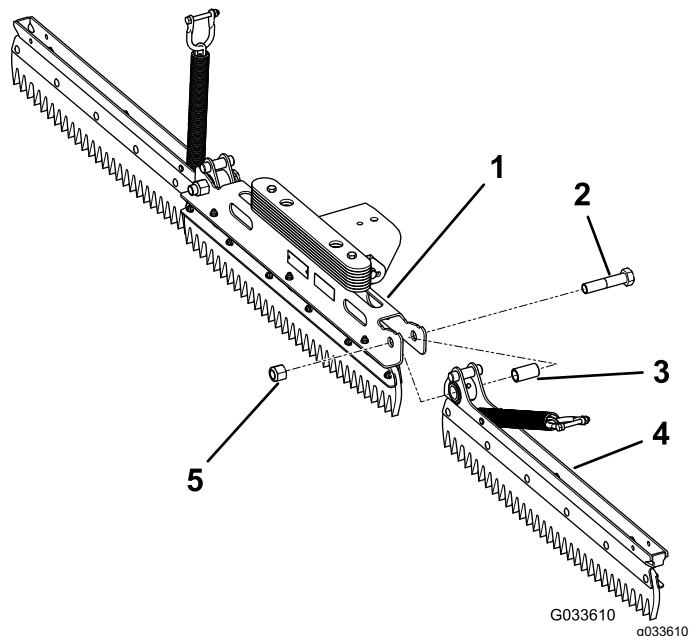

Figure 3
- 2. Insérez une entretoise dans le trou de pivot de chaque ensemble latéral (Figure 3).
- 4. Fixez l'ensemble gauche avec un boulon (3/4 x 3-1/2 po) et un contre-écrou (3/4 po), serrés à un couple de 163 à 217 N·m ; voir Figure 3.
- Fixez l'ensemble droit avec un boulon (3/4 x 3-1/2 po) et un contre-écrou (3/4 po), serrés à un couple de 163 à 217 N·m ; voir Figure 3.